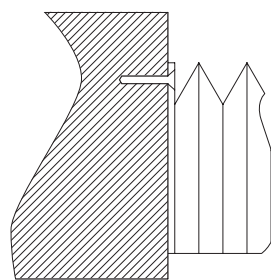

рис. 3
- мех крепится к фланцу полускладкой (рис. 3). В этом случае фланец мехов с внешней стороны свободен для доступа. Болт протягивается через отверстие во фланце меха и ввинчивается в резьбу стенки станка.